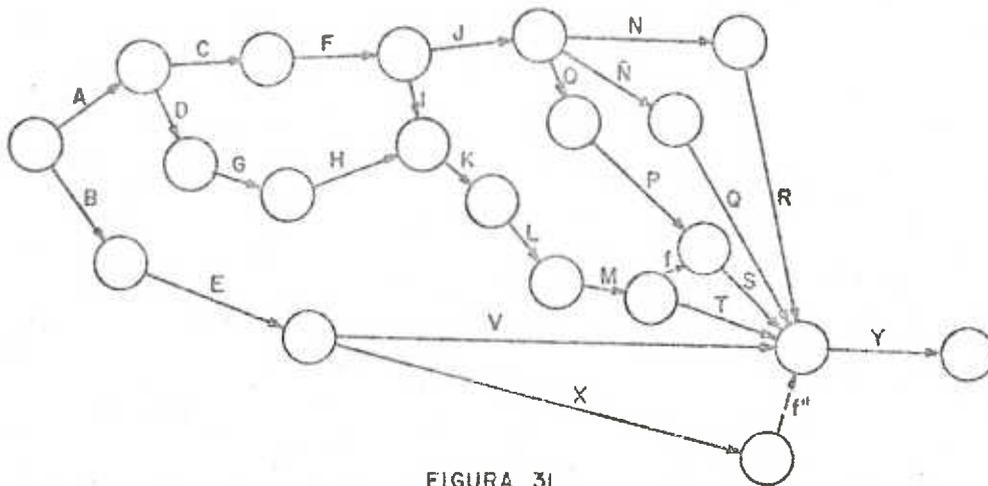

FIGURA 31
q) Y añadiendo el reflejo de la condición 19 tendremos (figura 31):
Ya tenemos la representación gráfica de las relaciones de orden de las actividades. Numeraremos ahora los nudos. Vuelva Vd. al nº 1.3.4. Numeración de los nudos de la red (Pág. 8) y pruebe a numerar los nudos correctamente sobre la figura 31.